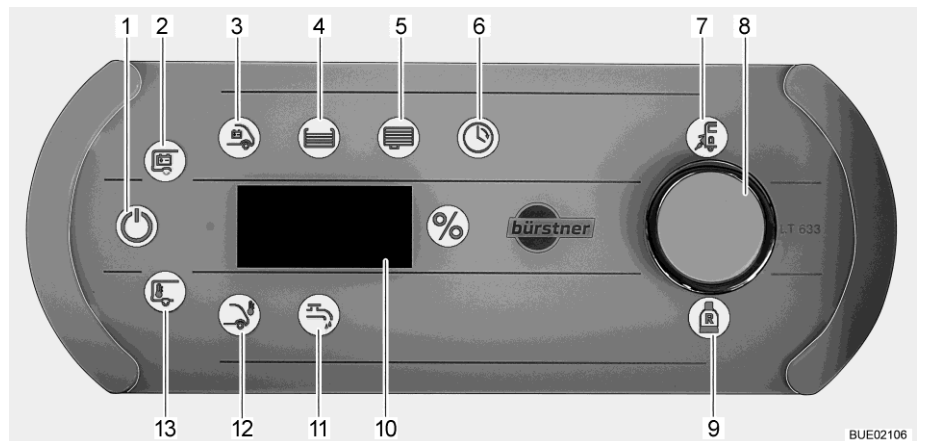

Fig. 185 Panel LT 633
El símbolo Control de red (Fig. 185,7) estará encendido si el vehículo es alimentado con una tensión de red de 230 V. Las baterías son cargadas.
- Presionar el pulsador giratorio (Fig. 185,8) brevemente. El símbolo 12 V ON (Fig. 185,1) está encendido. Si los símbolos 12 V ON y Batería del habitáculo (Fig. 185,2) parpadean tres veces, la alimentación de corriente estará desactivada.
- Pulsar el pulsador giratorio (Fig. 185,8) y mantenerlo pulsado por aprox. 5 segundos. El símbolo Batería del habitáculo (Fig. 185,2) estará parpadeando y en el display (Fig. 185,10) se visualizará "On".
- Soltar el pulsador giratorio. El símbolo 12 V ON (Fig. 185,1) está encendido. La alimentación de corriente está conectada.
- Girar el pulsador giratorio hasta que se encienda el símbolo Bomba de agua (Fig. 185,11). En la visualización se mostrará el estado de conmutación actual ("ON" u "OFF").
- Pulsar el pulsador giratorio. El estado de conmutación cambia de "On" a "OFF" o bien de "OFF" a "On": la alimentación de la bomba de agua estará conectada o bien desconectada. Cuando la bomba de agua está conectada, está encendido el símbolo Bomba de agua (Fig. 185,11).
- Girar el pulsador giratorio hasta que se encienda el símbolo Batería del habitáculo (Fig. 185,2). Se visualizará la tensión de batería de la batería del habitáculo en el display (p. ej. "13,8U" para 13,8 voltios) por aprox. 20 segundos.
- Girar el pulsador giratorio hasta que se encienda el símbolo Batería del motor de arranque (Fig. 185,3). Se visualizará la tensión de batería de la batería del motor de arranque en el display por aprox. 20 segundos.
- Girar el pulsador giratorio hasta que se encienda el símbolo Depósito de agua (Fig. 185,4). El símbolo "%" está encendido. Se visualizará el nivel de llenado del depósito de agua en el display por aprox. 20 segundos.
- Girar el pulsador giratorio hasta que se encienda el símbolo Depósito de aguas residuales (Fig. 185,5). El símbolo "%" está encendido. Se visualizará el nivel de llenado del depósito de aguas residuales en el display por aprox. 20 segundos.
El símbolo Bombona de gas de reserva (Fig. 185,9) estará encendido si se está usando la bombona de gas de reserva.
- Girar el pulsador giratorio hasta que se encienda el símbolo Temperatura interior (Fig. 185,13) o Temperatura exterior (Fig. 185,12). En el display se visualizará la temperatura seleccionada.
- Girar el pulsador giratorio hasta que se encienda el símbolo Reloj (Fig. 185,6).